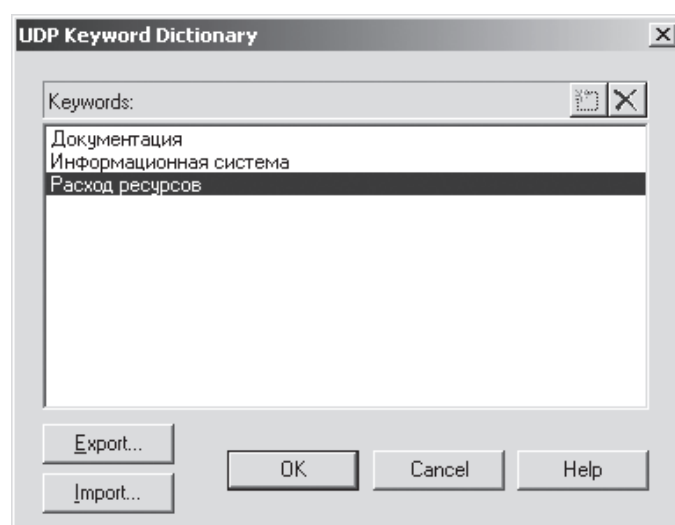

Рис. 10.1. Словарь ключевых слов UDP
1. Перейдите в меню Dictionary/UDP Keywords и в диалоге UDP Keywords List внесите ключевые слова критериев пользователя (UDP) (рис. 10.1):